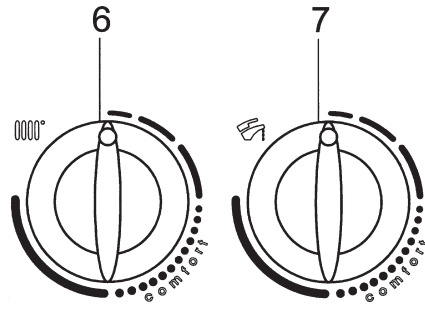

Abbildung 18A
- 1) Die Drehregler 6 und 7 (Abbildung 1) gegen den Uhrzeigersinn drehen und auf den Mindestwert stellen, wie auf Abbildung 18A dargestellt;